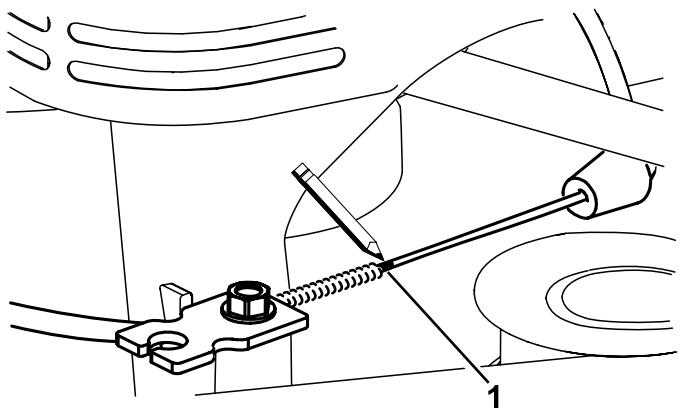
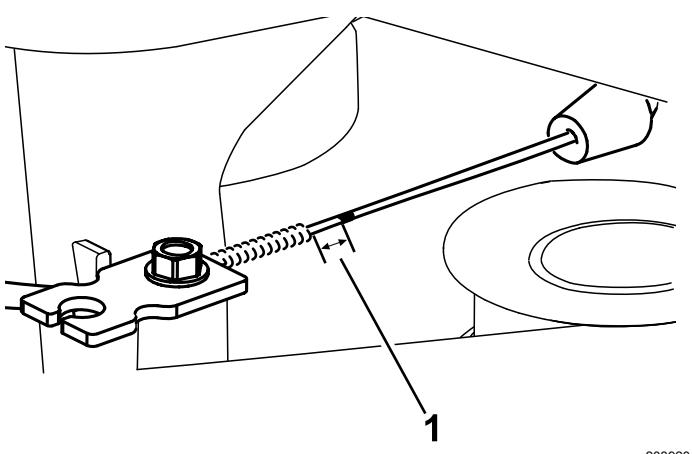

Figura 45
Figura 46
7. Contrassegnate il cavo del freno (Figura 45), quindi regolate la guaina fino a quando si forma un allentamento di circa 11 mm (Figura 46).